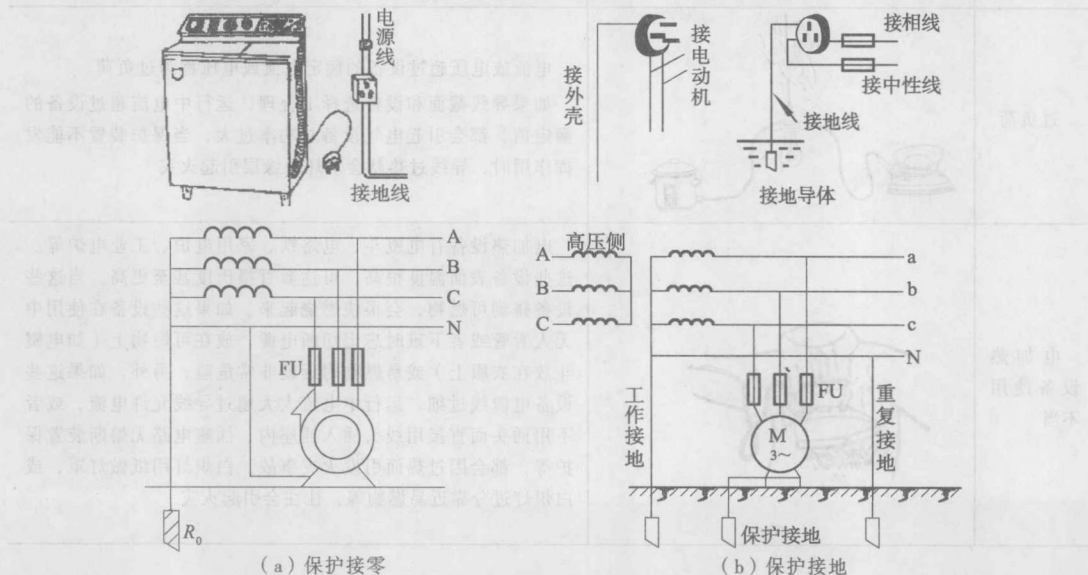

图 1-12 用电器保护接零
① 各种电器的金属外壳，必须加装良好的保护接零或保护接地，如图 1-12 所示。